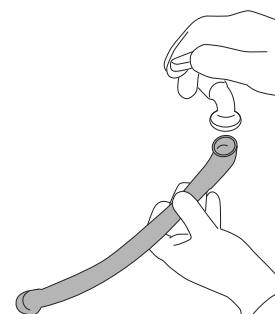

Fig.32
- Lave el tubo dejando correr agua en su interior (Fig. 32).